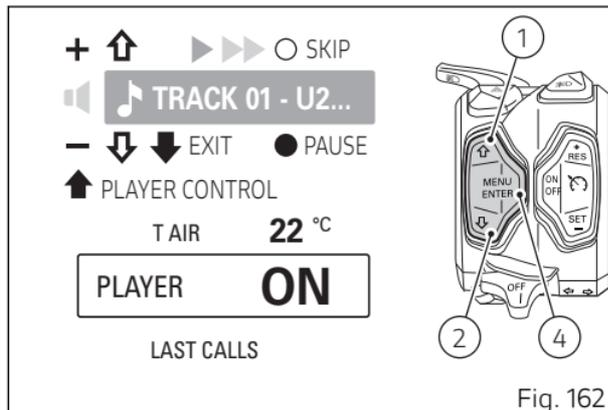

Fig. 162
Pour l'activer, appuyer sur le bouton (4). Le tableau de bord affiche l'indication « PLAYER ON » et présente le menu Player au-dessus du Menu (Fig. 162).
Lorsque le Player est activé et n'est pas à l'intérieur du contrôle du Player (Fig. 162), le bouton (1), le bouton (2) et le bouton (4) peuvent être utilisés seulement pour gérer le Player :
- Volume up : Pression simple sur le bouton (1).
- Volume down : Pression simple sur le bouton (2).
- Pause / Play : Pression prolongée pendant 2 secondes sur le bouton (4).
- Passage au morceau suivant : Pression simple sur le bouton (4) ; à chaque pression correspond un passage au morceau suivant.